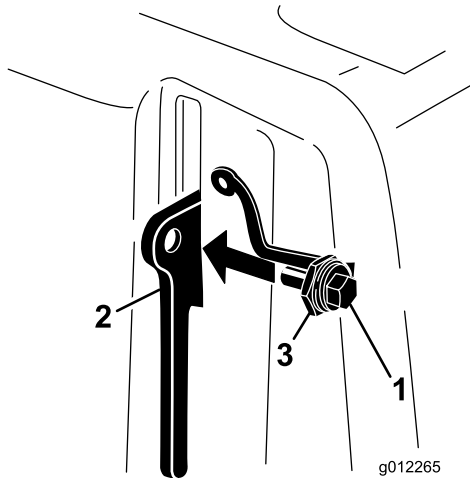

Figura 8
3. Aperte o parafuso na alavanca de bloqueio (Figura 8).